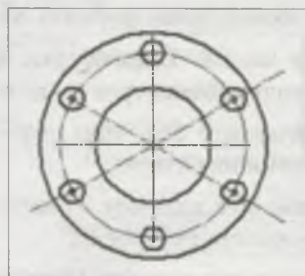

Рис. 11.15. Копии окружности в Эскизе 6
- ◆ щелкните ЛК мыши в любом месте для снятия выделения. У вас должно получиться, как на рис. 11.15. Сохраните чертеж как Эскиз 7.